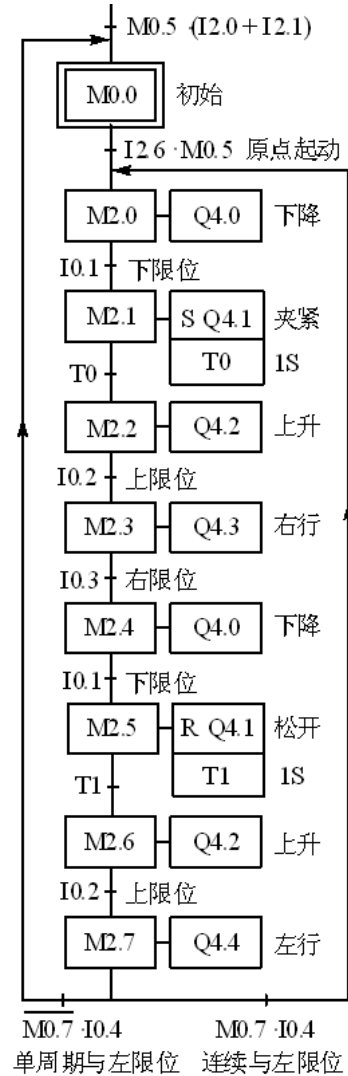

图2
2) 单周期工作方式：在初始状态按下起动按钮后，从初始步 M0.0 开始(见图 2)，
在进入单周期、连续和单步工作方式之前，系统应处于原点状态，图 2 中的初始步 M0.0 为 1 状态；如果不满足原点条件，可以选择回原点工作方式，然后按起动按钮 I2.6，使系统自动返回原点状态。